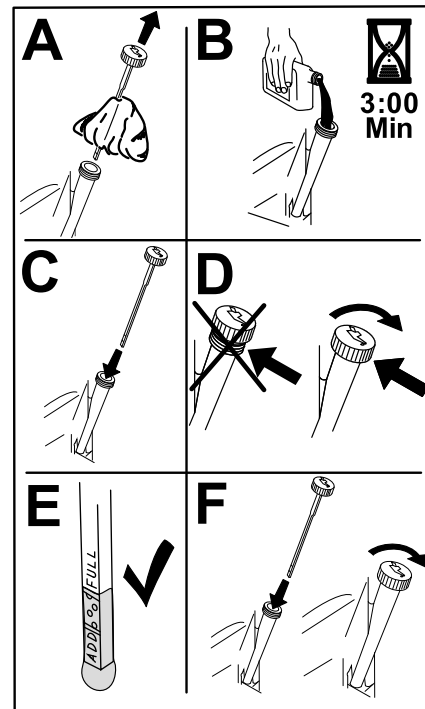

Figure 50
- Versez lentement environ 80 % de l'huile spécifiée dans le tube de remplissage, puis faites l'appoint lentement jusqu'à ce que le niveau atteigne le repère maximum (Full) (Figure 50).